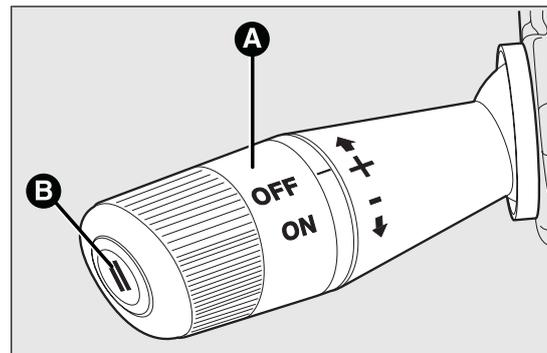

fig. 40
- ruotare la ghiera A fig. 40 su ON e premendo il pedale dell'acceleratore portare il veicolo alla velocità desiderata;
- premere il pulsante B fig. 40.
- premendo il pulsante B fig. 40 quando il dispositivo sta regolando la velocità (per versioni/mercati, dove previsto);
- premendo il pedale dell'acceleratore; in questo caso il sistema non viene disattivato effettivamente ma la richiesta di accelerazione ha precedenza sul sistema; il cruise control rimane comunque attivo, senza necessità di premere il pulsante B fig. 40 per ritornare alle condizioni precedenti una volta conclusa l'accelerazione.